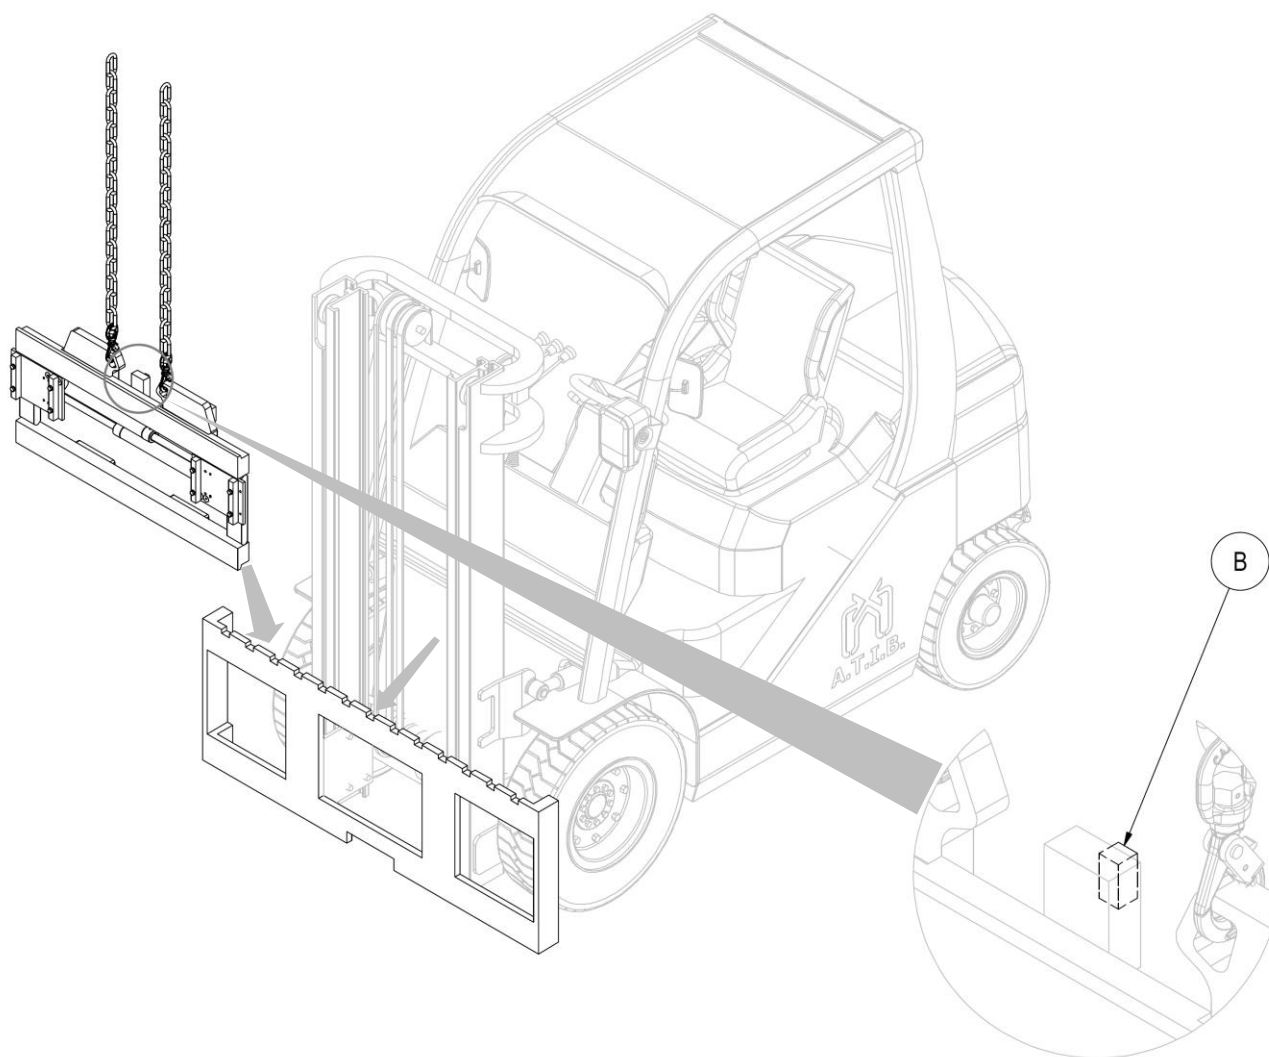

Figura 4
6. Enganche el equipo desde el punto de agarre superior con un puente grúa colóquelo en la placa porta horquillas, teniendo cuidado de encajar el diente de centrado **B** en la muesca central de la placa (mira *Figura 4*).